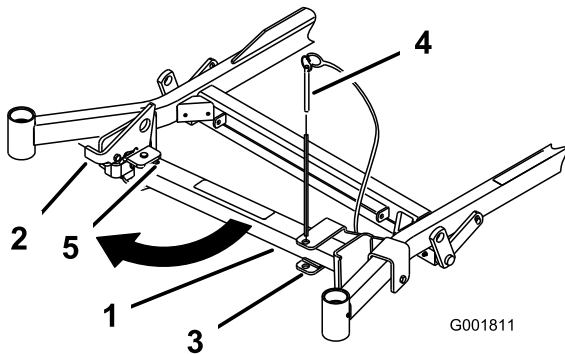
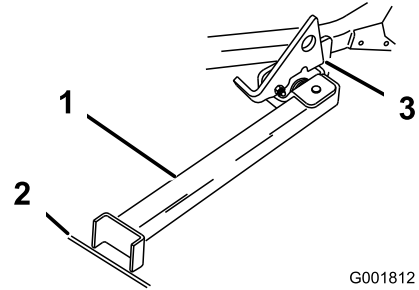

Figura 44
Figura 45
2. Togliete il perno dalla staffa (Figura 44).
4. Portate il piede del supporto sul davanti e spostatelo verso la macchina, nell'ingaglio inferiore (Figura 44 e Figura 45).
5. Mettete a terra il piede del supporto e appoggiate il dispositivo di chiusura sull'aletta orientabile (Figura 45).
**Nota:** Per ottenere risultati ottimali, appoggiate il piede del supporto nelle fessure del marciapiede o nel tappeto erboso (Figura 45).
7. Guidate la macchina sul supporto. Fermatevi quando il dispositivo di chiusura cade sull'aletta e si chiude (Figura 45).
5. Riportate il supporto in posizione di riposo (Figura 44).